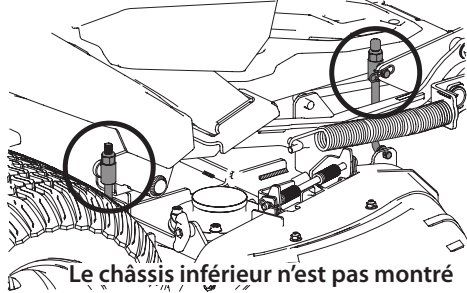

Figure 42
- Les écrous de réglage sont sur les tiges de relevage du plateau de coupe de chaque côté de la tondeuse. Un écrou est placé sur chaque côté avant du plateau, entre la plateforme et le tube inférieur du châssis. Un écrou se trouve sur chaque côté arrière du plateau, près du devant de la roue arrière. Voir Figure 42.